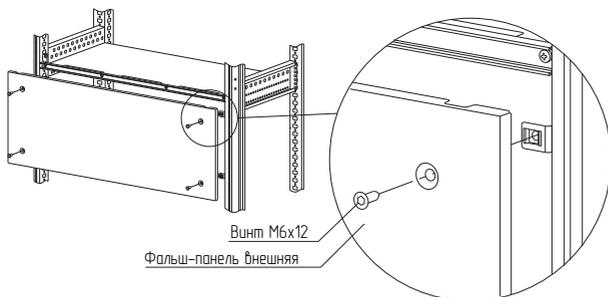

Рисунок 48
4.25.4 Закрепить фальш-панель внешнюю винтами М6×12 (рисунок 48). Момент затяжки – 7 Н·м.